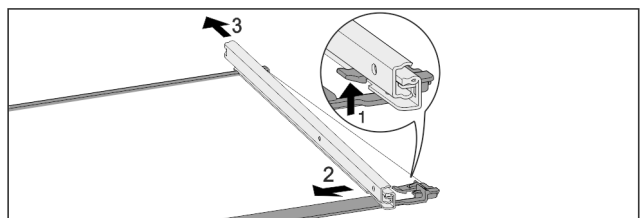

Fig. 120 Glassplate med skinner
- ▶ Trykk den fremre festespaken oppover. Fig. 120 (1)
- ▶ Skyv uttrekksskinnen til side Fig. 120 (2) og skyv bakover Fig. 120 (3) og bort.